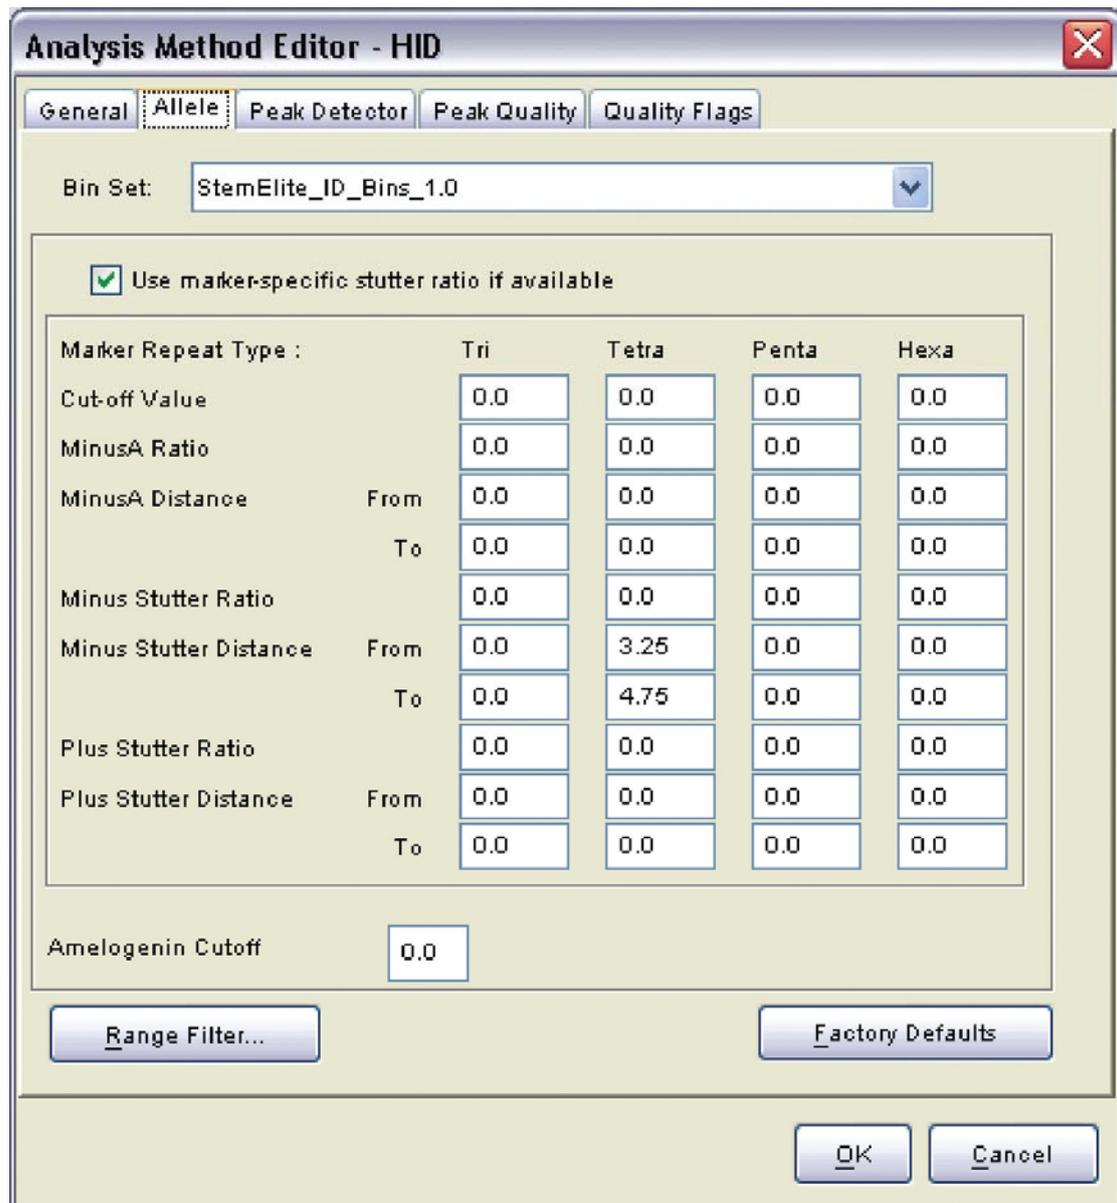
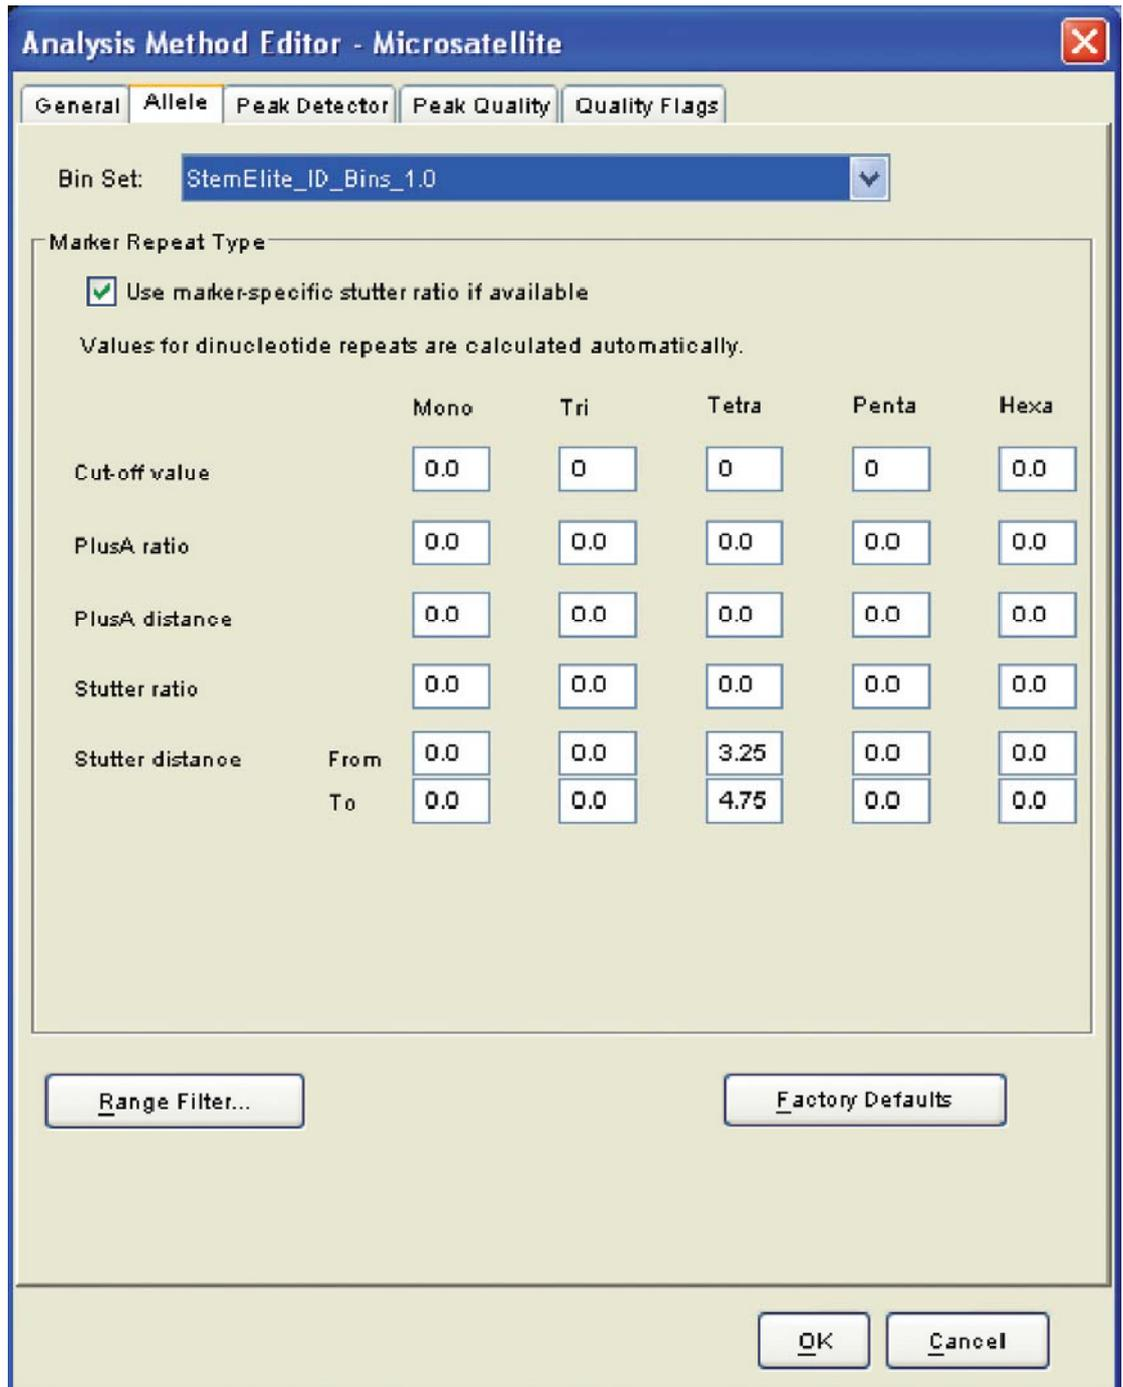

图3. GeneMapper® ID分析法中的Allele选项卡
图4. GeneMapper®分析法的Allele选项卡。
9、使用StemElite™ ID系统时为了筛选到合适的峰，输入图3所示的，使用GeneMapper® ID软件和HID分析法显示的数值，或者图4所示的使用GeneMapper® 软件和Microsatellite (MS) 分析法显示的数值。